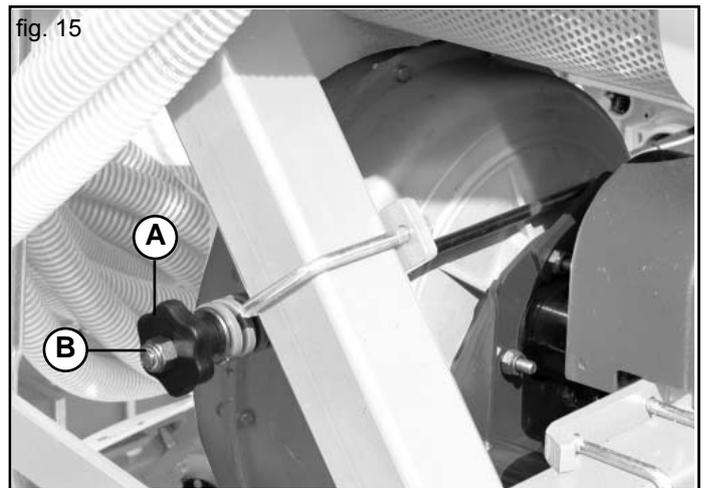
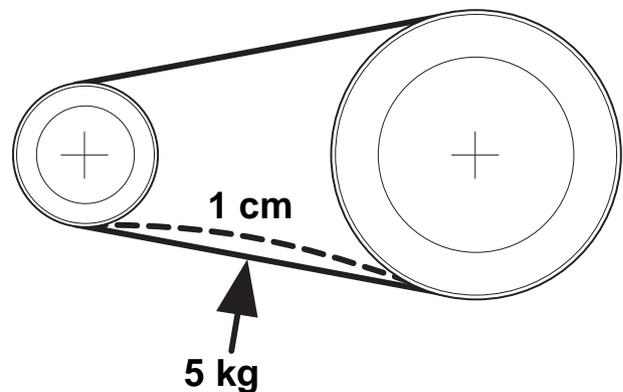

fig. 15
fig. 16
- 2) Riemenspannung mit dem Handrad "A" ( Fig. 15) einstellen. Im mittleren Abschnitt zwischen den beiden Riemenscheiben mit einer Kraft von 5 kg auf den Riemen drücken. Der einzelnen Riemen muß sich um 1 cm (max.) eindrücken lassen (Abb. 16).
Zum Riemenwechsel Riemen komplett durch Loosen von Handrad A (Fig. 15) entspannen.
**Achtung: Nie die Stopmutter "B" (Fig. 15) entfernen!**